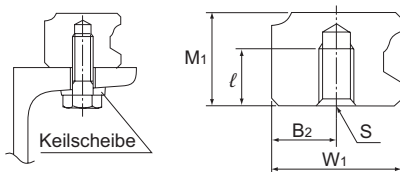

Abb. 2
- Wie in Abb. 2 dargestellt, sind zur Montage der Führungsschiene an Stahlträgern, Keilscheiben zu verwenden.